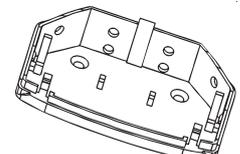

Рисунок 6
8.3 В зависимости от выбранного места установки извещателя определите с помощью каких граней основания будет осуществляться крепление и просверлите или выдавите отверткой отверстия для крепления и ввода проводов (рисунок 6).